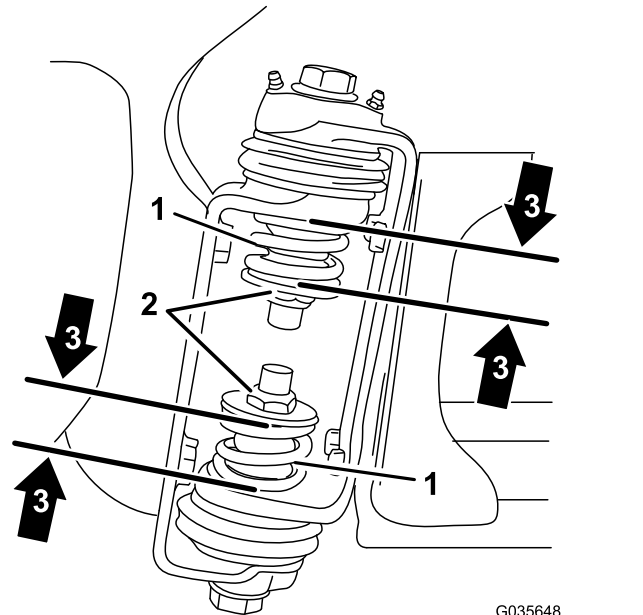

图4
3. 当喷洒臂段位于伸展位置 (图4) 时，在喷洒臂段的铰链处测量上下弹簧的压缩度。